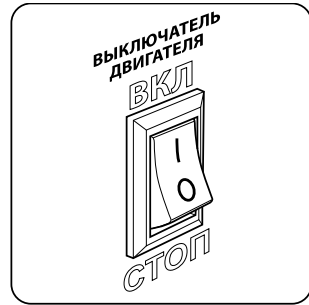

рис. 22
Переведите выключатель двигателя (8) в положение «ВКЛ». (рис. 22)